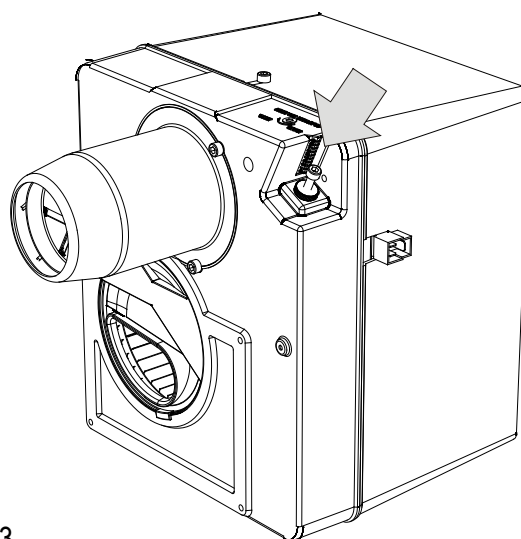

fig.3
- Ajuste de la clapeta de aire (fig. 3). El volumen de aire se debe ajustar por medio del tornillo situado en la esquina superior izquierda del quemador. El borde superior de la cabeza del tornillo en posición "0" significa volumen de aire mínimo (clapeta de aire cerrada). La clapeta de aire se debe abrir o cerrar para obtener valores de opacidad (índice de Bacharach) de 0÷1 y valores de CO₂ comprendidos entre 10÷12 % vol. Con valores de opacidad y CO₂ superiores a los mencionados se debe abrir la clapeta de aire girando el tornillo hacia la izquierda. Con valores de CO₂ inferiores a los mencionados se debe cerrar la válvula de aire girando el tornillo hacia la derecha. En el caso de que el índice de Bacharach fuese alto (>1) aun estando la clapeta de aire totalmente abierta, se deberá disminuir la presión de aire en el sistema de mezcla mediante girando a la derecha su tornillo de ajuste.